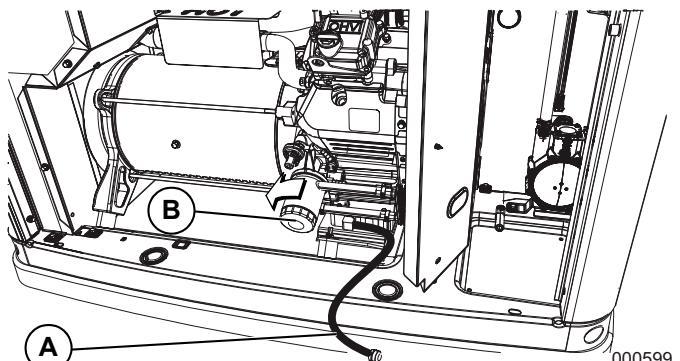

Рисунок 4-2. Расположение масляного фильтра и слива
4. После слива масла извлеките старый масляный фильтр, повернув его против часовой стрелки. Для получения информации о расположении фильтра см. пункт В на Рисунок 4-2.